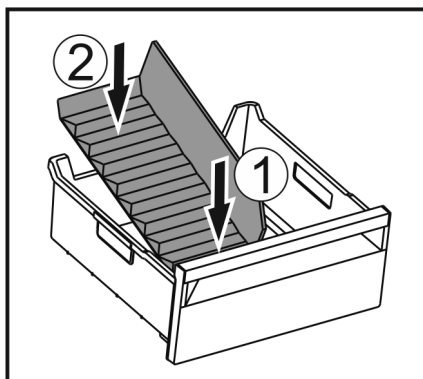

Fig. 141
- ▶ 装入冰格分隔器前部。Fig. 141 (1)
- ▶ 将冰格分隔器后部放低至抽屉底板。Fig. 141 (2)